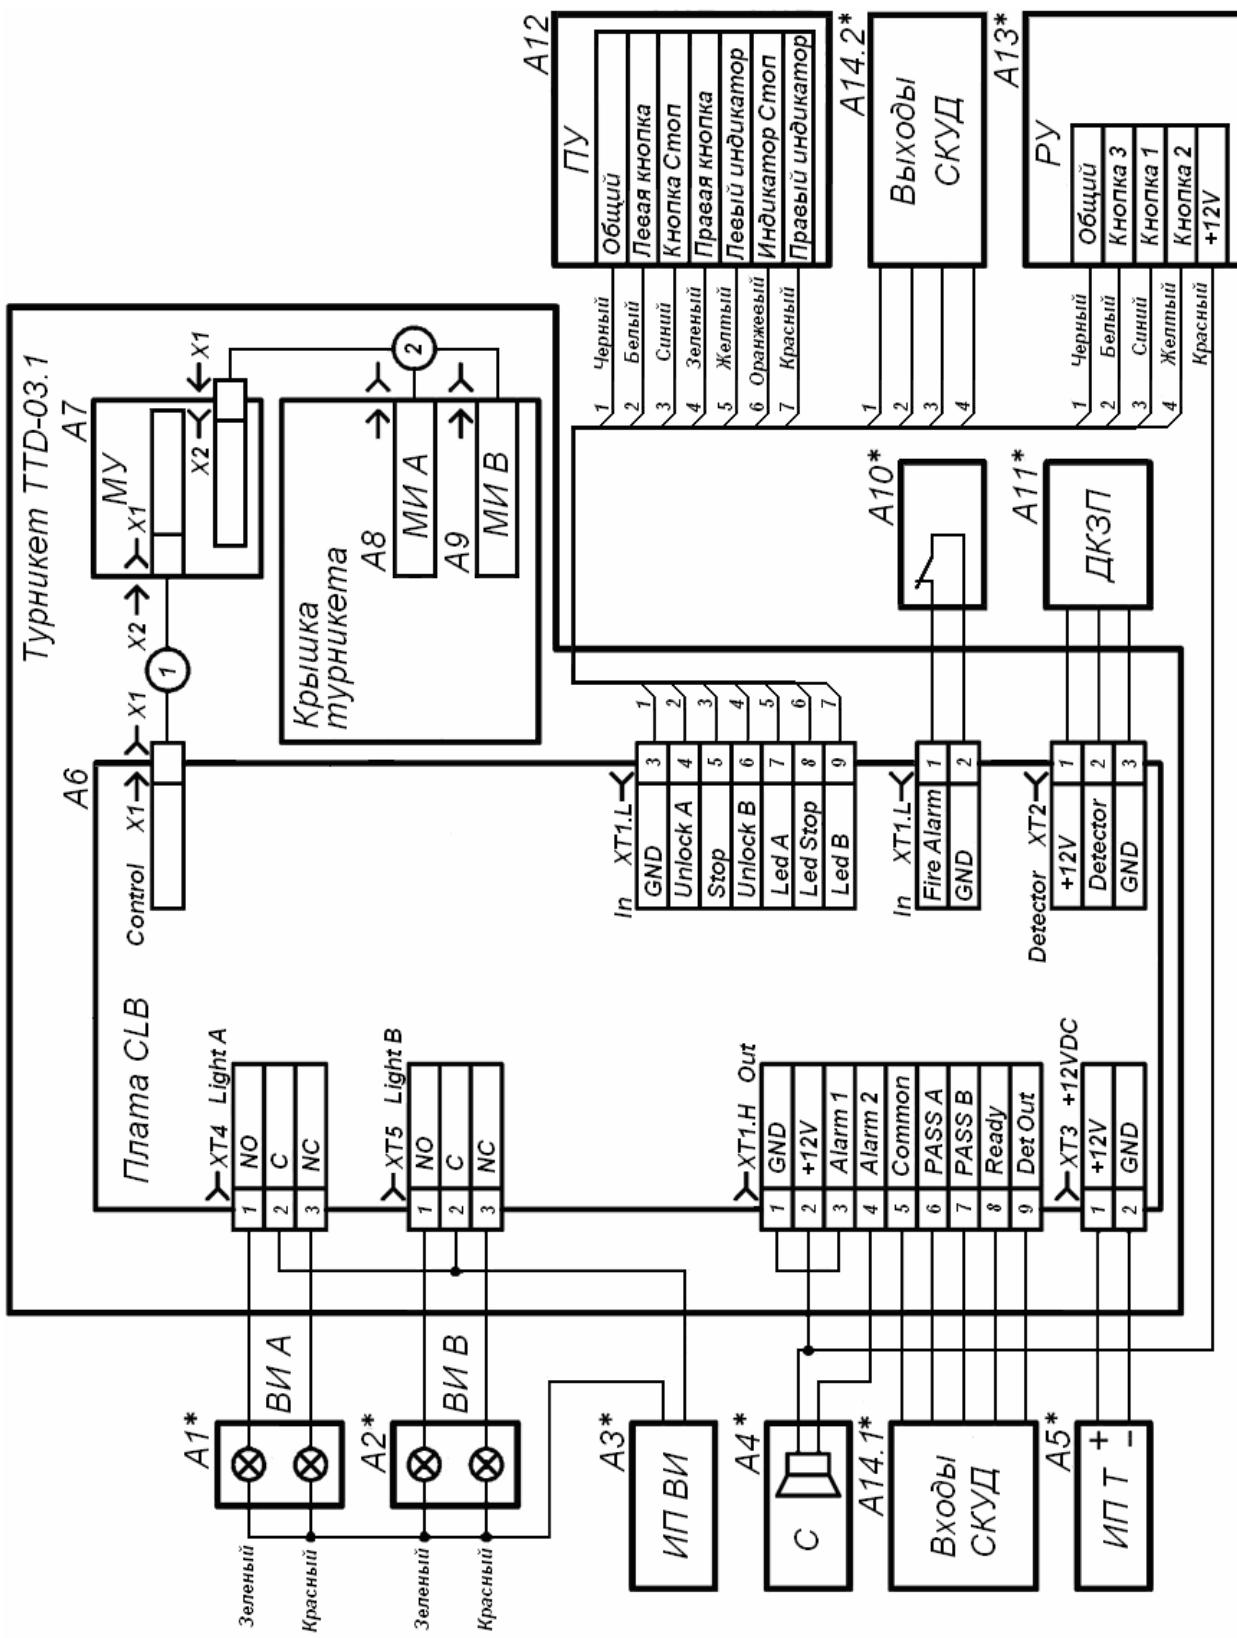

Рисунок 4 Схема электрическая соединений
5.2.3 Пульт управления / устройство радиоуправления/контроллер СКУД (12) и источник питания турникета (11) подключаются к плате CLB кабелями (13 и 14) в соответствии со схемой электрической соединений (см. рисунок 4).